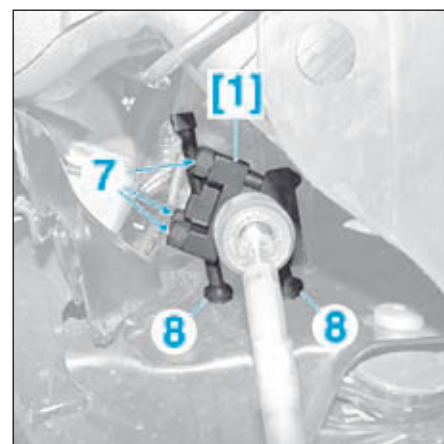

FIG.13
- Mettre en place l'outil [1] sur le boîtier de direction (Fig.13).
- Approcher les vis (7) et mettre en contact les appuis (8) avec le berceau.